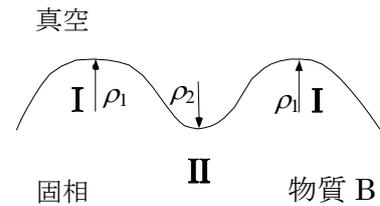

図 5-2-2
- (b) 図 5-2-2 に示すように、物質 B の表面が I の部分（凸部：曲率半径 ρ_1 ）と II の部分（凹部：同 ρ_2 ）からなっている。物質 B 中に生成した空孔は、“真空が物質 B 中に蒸発したもの”と見なすことができ、空孔濃度は表面形状によって変化する。温度 T における物質 B の I 部と II 部の表面直下での空孔濃度の差について考慮し、空孔拡散機構によって物質移動が起きる場合の空孔の輸送経路と方向を図示し、そのようになる理由を説明しなさい。さらに、その温度で長時間保持したとき、時間の経過にともなう物質 B の表面形状の変化を図示し、そのようになる理由を説明しなさい。